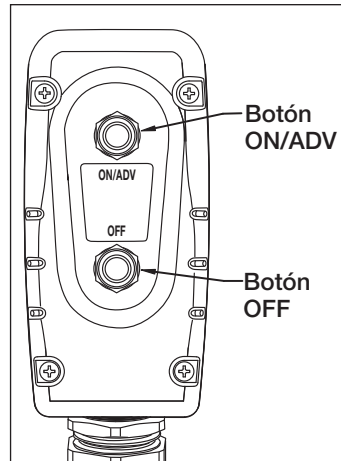

Figura 6, Teclas del control remoto
Véase la Figura 6.
1. Para arrancar la bomba, pulsar el botón "ON/ADV" del mando remoto. Véase la figura 6. El motor arrancará automáticamente y la llave comenzará su avance. La llave continuará avanzando durante el tiempo en que se pulsa el botón. El manómetro indicará la presión en el circuito de avance.